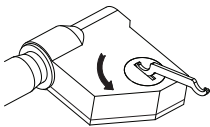

Abb.1
---Drehen Sie den Batteriefachdeckel mit dem Schraubenschlüssel um 45° gegen den Uhrzeigersinn (Abb.1) und nehmen Sie ihn dann ab.